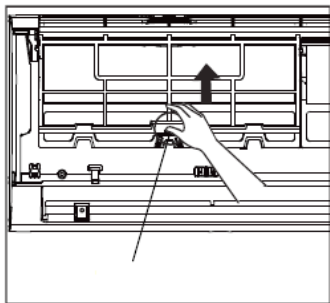
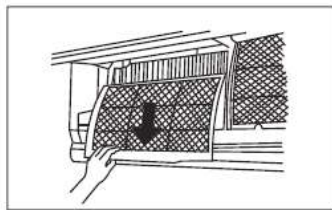

fig. 17 -
fig. 18 -
3. Remova os filtros empurrando as patilhas centrais para cima até que sejam libertadas do retentor e puxe-as para baixo ("fig. 17 -" e "fig. 18 -").